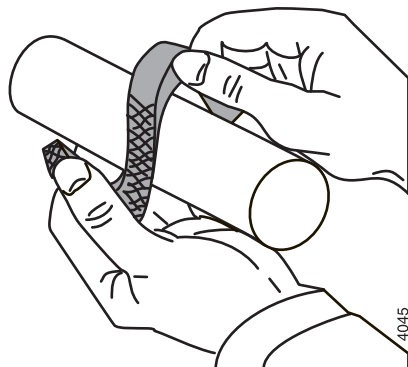

Abbildung 17: Aufbiegen Packungsrings.
- 1 Die 5 Dichtungsringe werden angebracht. Die Dichtungen werden abwechselnd um die Öffnungen gelegt. Die Dichtungsringe dürfen nur axial aufgebogen werden, siehe Abbildung 17.